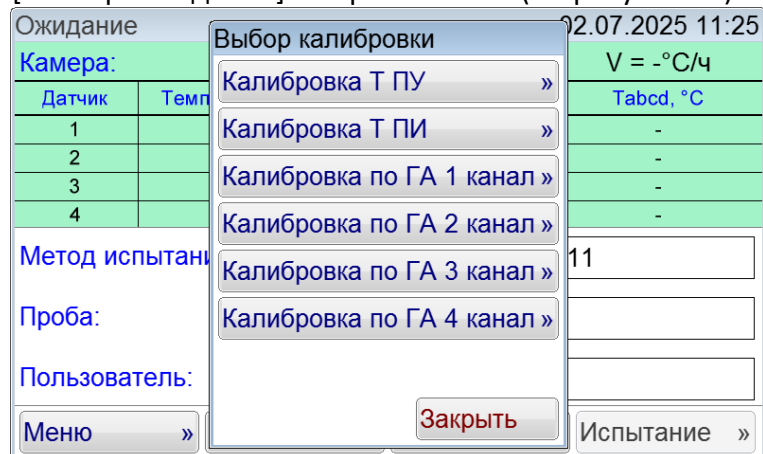

Рисунок 34 – Окно «Выбор калибровки»
- 3) Нажать кнопку [Калибровка датч.Т]. Откроется окно (см.рисунок 34).